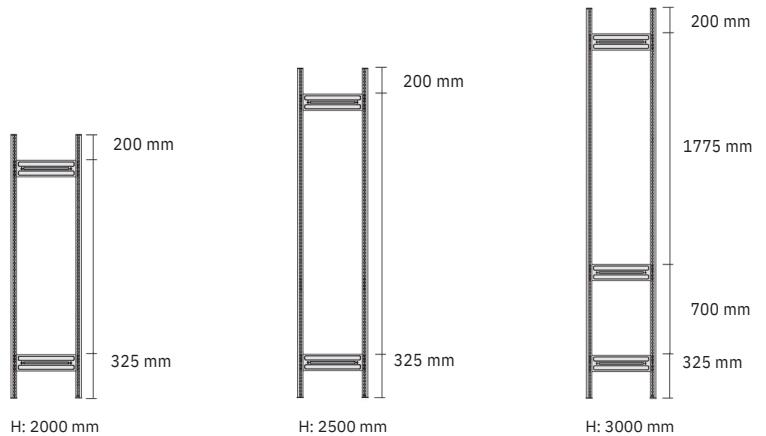

Abb. 2
- (D) Zwei Stützprofile im Abstand der Stützenverbinder anordnen (Abb. 1). Stützenverbinder entsprechend Abb. 2 (die Pfeile zeigen in Richtung des Fußbodens) einsetzen und mit einem Gummihammer o.ä. in die Stützprofile einschlagen.
Achtung! Die Fixierprägung der Stützenverbinder (Abb. 2 a) muss auf beiden Seiten in die Stützprofile einrasten (Abb. 3 a).
- (F) Disposer deux profilés d'appui en laissant de la place pour les raidisseurs de montants (fig. 1). Mettre les raidisseurs de montants en place conformément à la figure 2 (les flèches sont dirigées vers le sol) et les introduire dans les profilés d'appui à l'aide d'un marteau en caoutchouc ou similaire.
Attention! La patte de fixation des raidisseurs de montants (fig. 2 a) doit se clipser dans les profilés d'appui (fig. 3 a).
- (NL) Twee steunprofielen op de afstand van de steunverbindingsstukken plaatsen (afb. 1). Steunverbindingsstukken overeenkomstig afb. 2 (de pijlen wijzen in de richting van de vloer) inzetten en met een rubberen hamer of dergelijke in de steunprofielen slaan.
Opgelet! De fixeeraadhesie van de steunverbindingsstukken (afb. 2 a) moet aan beide kanten in de steunprofielen sluiten (afb. 3 a).
- (GB) Arrange two support frames at the correct distance for the support connection (fig. 1). Fit the support connections as shown in fig. 2 (the arrow points in the direction of the ground) and use a rubber hammer (or similar) to tap them into the support frames.
Attention! The locking pieces for the support connections (fig. 2 a) must be snapped in position on both sides in the support frames (fig. 3 a).
Abb. 2 a □